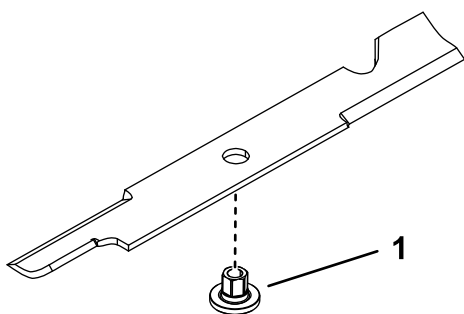

Рисунок 85
1. Вставьте втулку через отверстие в ноже так, чтобы фланец втулки был на нижней (обращенной к травяному покрову) стороне ножа (Рисунок 85).